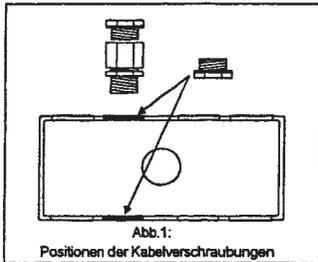

Abb.1: Positionen der Kabelverschraubungen
Ein Doppel-Einbaugeschäse aus Metall (Mindesttiefe 45mm) mit an geeigneten Stellen angebrachten Ausbrüchen und integriertem Erdungsbolzen (Ausbruchpositionen siehe Abb. 1).
Falls eine flexible Anschlußleitung verwendet wird, muß für ausreichende Zugentlastung gesorgt werden (siehe Abb. 1).
- Öffnen Sie die Kabeleinzugslöcher im Plastik- bzw. Metallkasten durch Ausbrechen der vorgesehenen Sollbruchstellen (siehe Abb. 1).